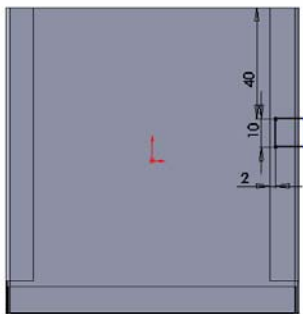

图 10-77 绘制草图
② 绘制草图。在基准面上绘图如图 10-77 所示的草图，标注其智能尺寸。